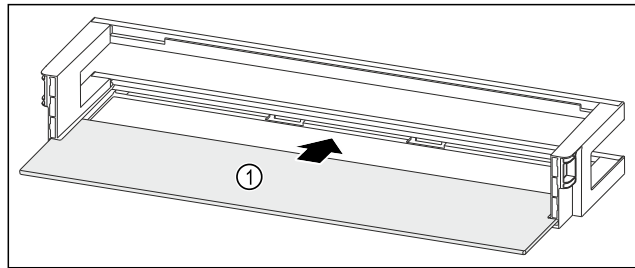

Fig. 52 Deurrek met draagplateau
- ▶ Draagplateau Fig. 52 (1) in de zijdelingse inkepingen schuiven.